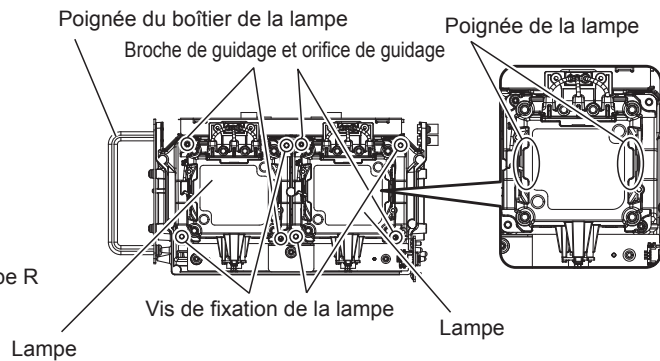
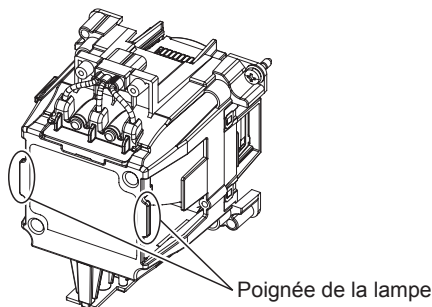

Fig. 4
Fig. 5
4) Retirez la lampe. (Fig. 4, Fig. 5)